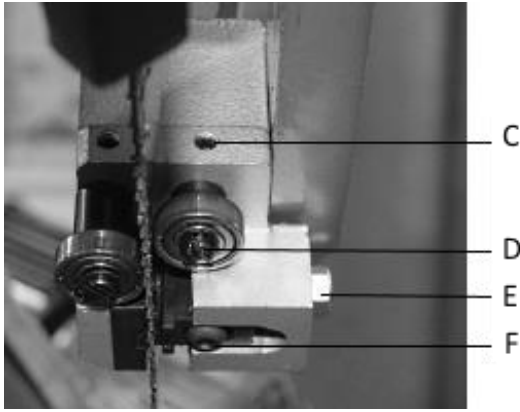

Рис.7
Ослабьте фиксирующие винты (C) и отрегулируйте эксцентрик втулки (D) таким образом, чтобы расстояние от полотна до ролика было 0,05 мм, а полотно находилось вплотную к неподвижному сухарю, рис. 7. Затяните фиксирующие винты (C).